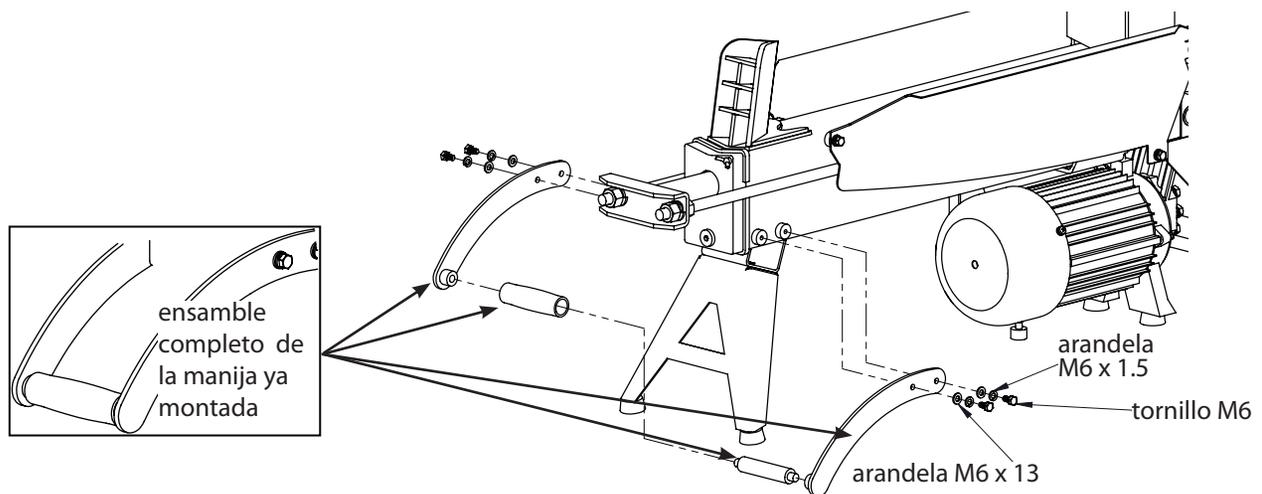

Figura 4
4. Ensamblar las barandas laterales con el mango. Conecte el ensamblaje completo de la manija ya montada a la viga de la astilladora con los tornillos M6 x 12, y las arandelas y M6 M6 x 1,5 x 13 x 1.75 proporcionadas. **(VER FIGURA 4)**